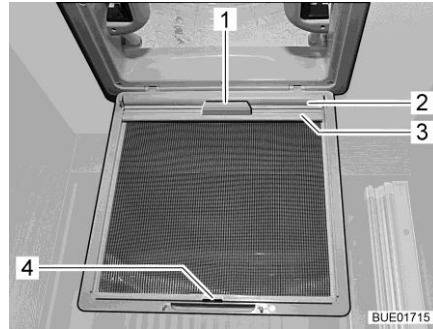

Fig. 125 Store occultant (lanterneau)
- Tirer le store occultant (Fig. 125,2) par la poignée (Fig. 125,1) et accrocher la baguette de support (Fig. 125,3) dans le crochet (Fig. 125,4) sur la moustiquaire.
- Enlever la baguette de support (Fig. 125,3) de sur le crochet (Fig. 125,4) et faire lentement redescendre le store occultant (Fig. 125,2) en le tenant par la poignée (Fig. 125,1).